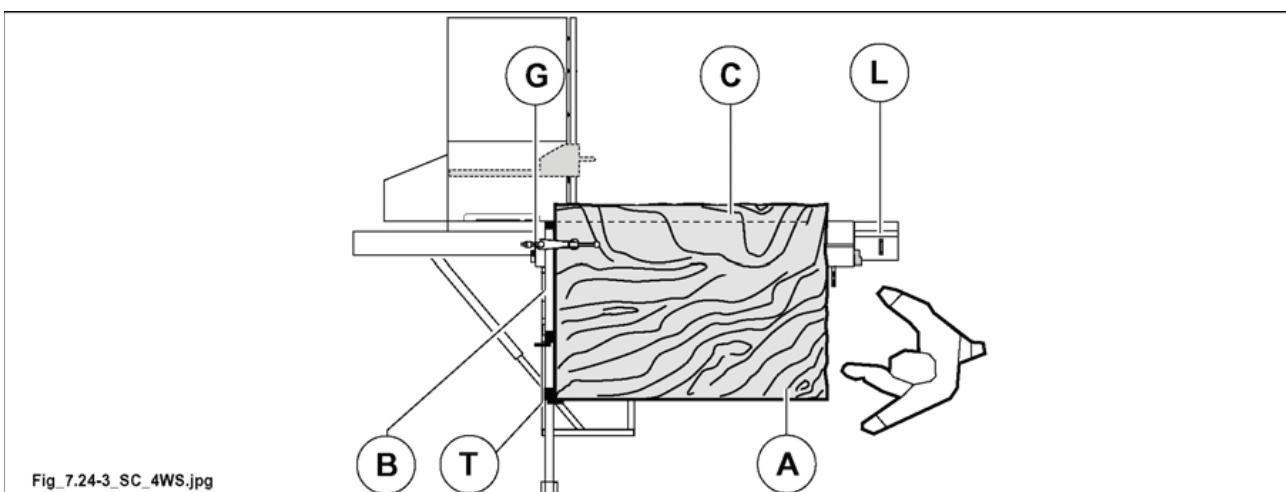

Рис. 7.24-3
- Полностью открыть вагон, как указано на рис. 7.24-3 и заблокировать при помощи рычага (L рис. 7.24-3).
- Повернуть панель на 90°. Опереть только что отрезанную боковину (A рис. 7.24-3) на линейку из алюминия, а обрабатываемую боковину (A рис. 7.24-3) опереть на упор (T рис. 7.24-3) линейки (установлена на значении реза), блокировать при помощи толкателя (G рис. 7.24-3) и произвести новый рез (B рис. 7.24-3).